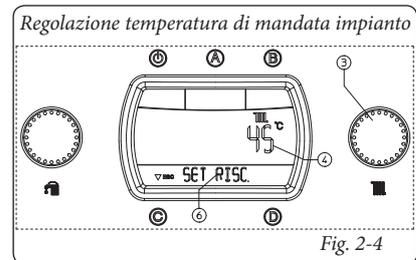

Fig. 2-4
• **Inverno** (2): in questa modalità la caldaia funziona sia in riscaldamento acqua calda sanitaria che riscaldamento ambiente. La temperatura dell'acqua calda sanitaria si regola sempre tramite il selettore (1), la temperatura del riscaldamento si regola tramite il selettore (3) e la relativa temperatura viene visualizzata sul display (24) mediante l'indicatore (4) e compare l'indicazione "SET RISC." (Fig. 2-4). Ruotando il selettore (3) in senso orario la temperatura aumenta e antiorario diminuisce.